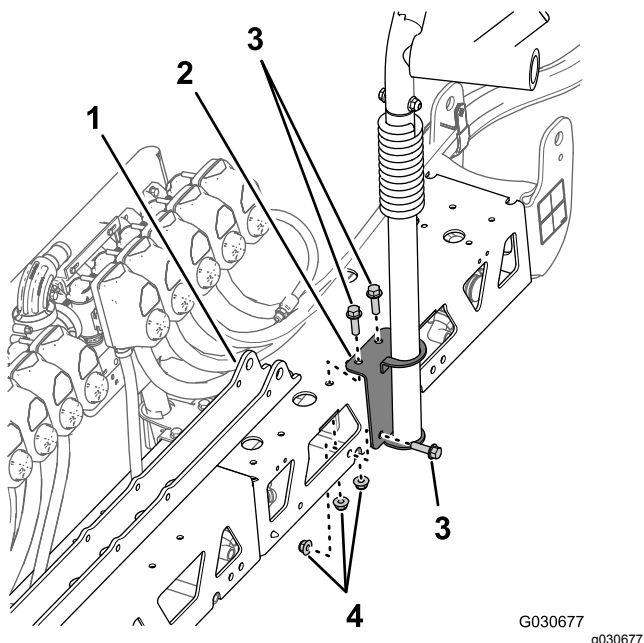

図 122
1. ステップ 3 ブームクレードルを取り外す (ページ 36)で取り外した右側ブームクレードル用取り付けブラケットの穴を、新しいセンターブームの表裏両側シリンダマウントの右側の穴に合わせる図 122。